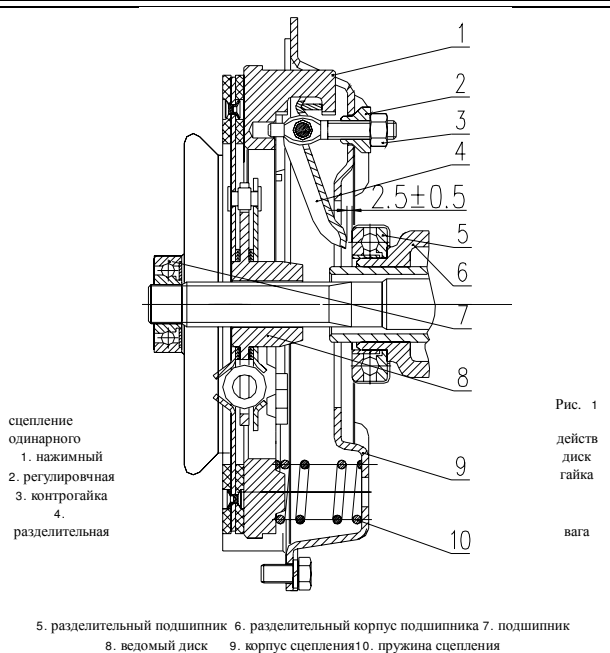

Рис. 1
- При установке сцепления следует заполнить внутреннюю полость подшипника 7 (см. рис.1) и разделительного подшипника 6 кальциевой смазкой. В случае разборки сцепления следует проверить отсутствие масла в разделительном подшипнике 5. При необходимости надо его вложить в дисульфидомолибденую кальциевую смазку, чтобы подшипник пропитал смазкой, после охлаждения смазки извлечь его на установку. Очистка разделительного подшипника нельзя в бензине или дизтопливе во избежание удаления смазки в подшипнике, а то, нужно снова заполнить смазку.